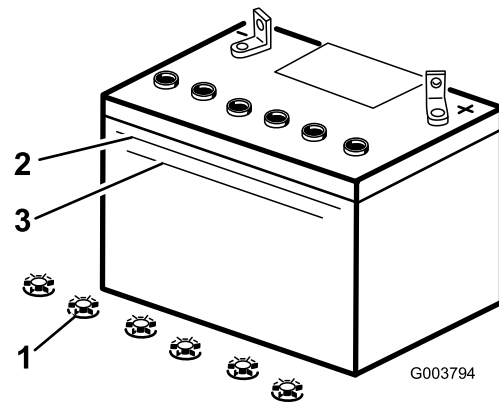

Bild 38
2. Sehen Sie sich die Seite der Batterie an. Der Füllstand muss bis zur oberen Linie reichen (Bild 38). Der Säurestand darf nicht unter die untere Linie fallen (Bild 38).
3. Entfernen Sie die Verschlussdeckel von der Batterie (Bild 38).
4. Gießen Sie langsam destilliertes Wasser in jede Batteriezelle, bis der Säurestand die obere Linie (Bild 38) am Batteriegehäuse erreicht.
5. Warten Sie nach dem Füllen der Batteriezellen fünf bis zehn Minuten. Gießen Sie bei Bedarf destilliertes Wasser in jede Batteriezelle, bis der Säurestand die obere Linie (Bild 38) am Batteriegehäuse erreicht.